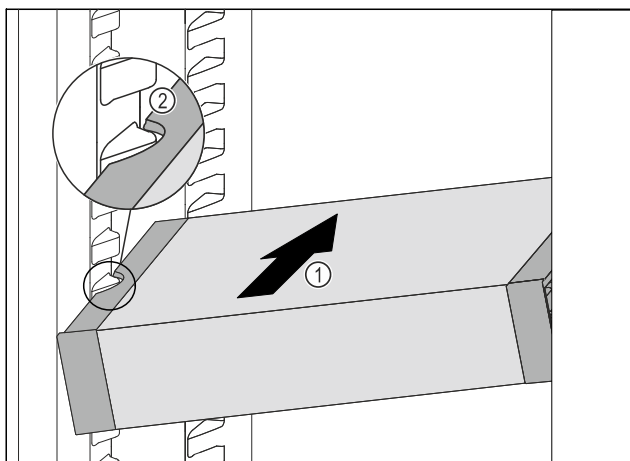

Fig. 107
- ▶ Вдвигайте VarioSafe под наклоном в холодильное отделение Fig. 107 (1), пока боковые выемки Fig. 107 (2) VarioSafe не окажутся на высоте выступа резервуара в холодильном отделении.